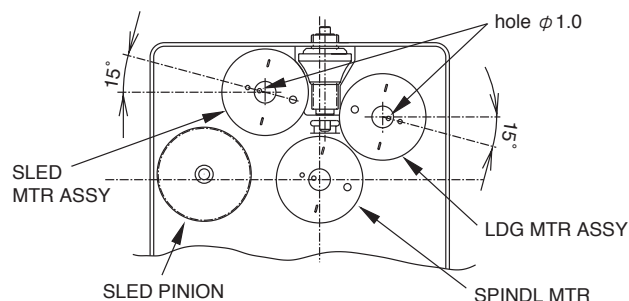

Fig. 6-6
- Reinstall the SLED/LDG MTR ASSY paying attention to the polarity of its terminals. (Fig. 6-6)
- SLED, LDG MTR ASSY は、端子の極性に注意して取り付けすること。(Fig. 6-6)